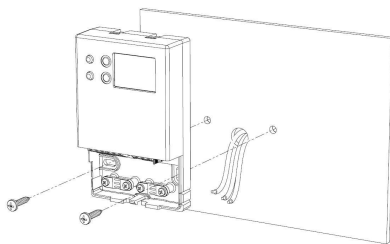

Fig. 6
- Fixați placa pe perete folosind cele două găuri ptr șurub cu inter-axa de 60 mm (utilizați șuruburile și / sau dopurile furnizate) - Fig. 6.